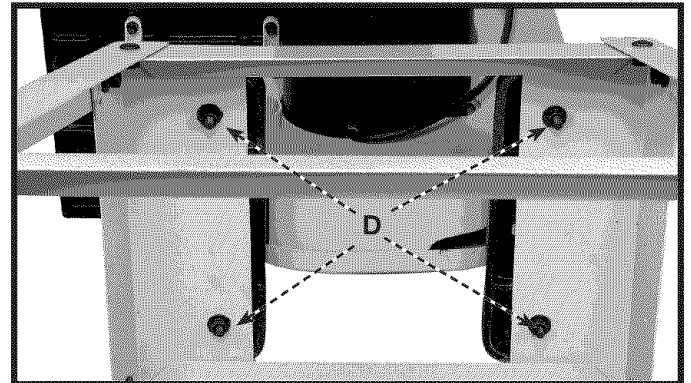

Fig. 8
4. Coloque una 3/8" arandela plana en el del tornillo (D) Fig. 8, seguido por arandela de cerradura M8, entonces enhebra una nuez del mal de ojo M8 en el tornillo y aprieta seguramente. Repita este proceso para los tres hoyos restantes.